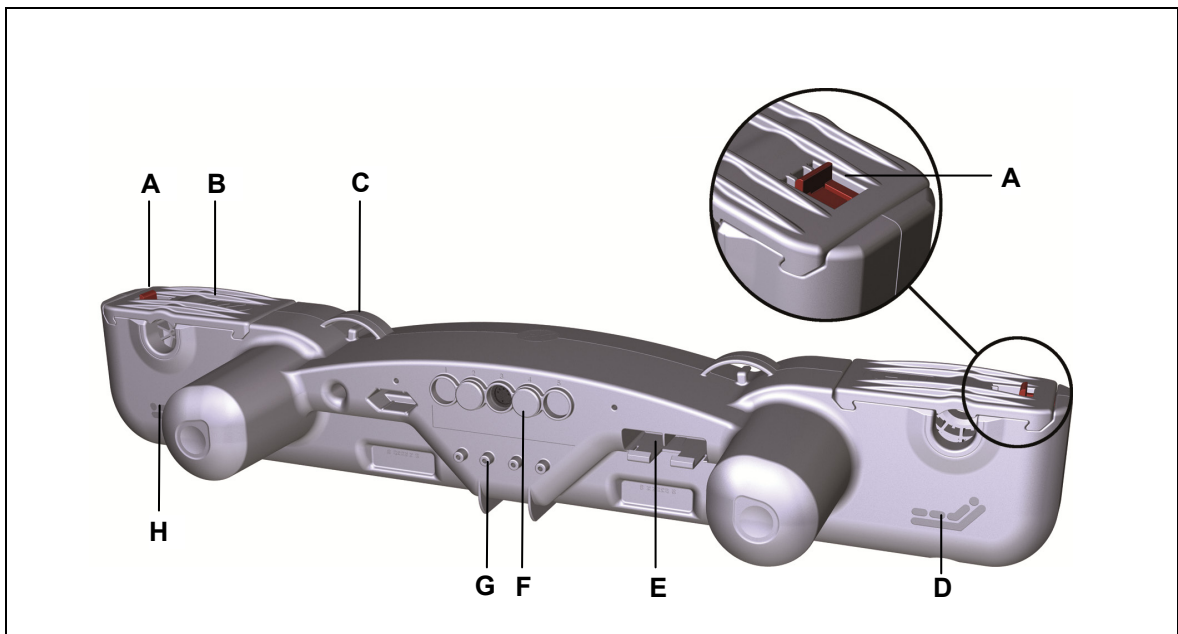

Abbildung 3 Hauptbestandteile des Doppelantriebs DUOMAT 8
- 2 Ziehen Sie die optionale Schließersicherung (siehe Abbildung 3) zur Mitte, bis diese einrastet.
- 3 Ziehen Sie die Schließer (A) mit etwas Kraft seitlich komplett ab. Die Aufnahmen (B) für die Beschläge (D) werden frei.
- 4 Bringen Sie den DUOMAT 8 in die richtige Position zur Applikation. Die Aufnahmen für die Kopf- und Fußseite müssen den jeweiligen Beschlägen an der Applikation zugeordnet sein (Symbole am DUOMAT 8 siehe Abbildung 3).
- 5 Schieben Sie den Antrieb mit den Aufnahmen (B) auf die Beschläge (D).
- 6 Schieben Sie die Schließer (A) wieder auf den Antrieb. Der DUOMAT 8 ist fest mit der Applikation verbunden.
- 7 Schieben Sie die optionale Schließersicherung (siehe Abbildung 3) nach außen, bis diese einrastet.